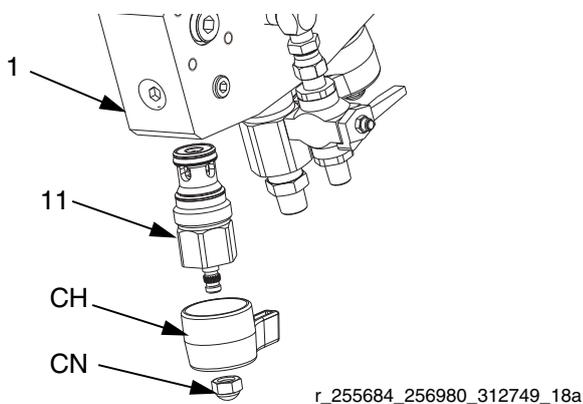

ABB. 6
1. Tragen Sie blauen Schraubensicherungslack auf das äußere Gewinde der Patronen (11) auf und bauen Sie diese in den Verteiler ein, wobei die Spindel komplett gegen den Uhrzeigersinn herausgeschraubt wird. Setzen Sie einen Schraubenschlüssel auf die Patronenflächen an und ziehen Sie diese mit einem Drehmoment von 170 N•m (125 ft-lbs) an. Siehe ABB. 6 auf Seite 18.
2. Bringen Sie den Griff (CH) und die Hutschraube (CN) auf der Patrone so an, dass die Griffe gegeneinander gerichtet sind, wenn sie geschlossen sind.